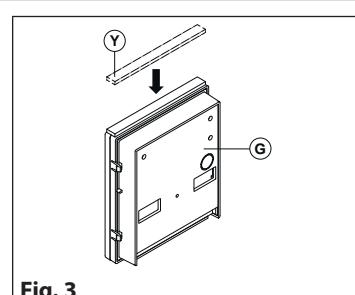

Fig. 3
Apply the **Y** seal as shown in **Fig. 3**.
Applicare la guarnizione adesiva (Y) come mostrato in **Fig. 3**.